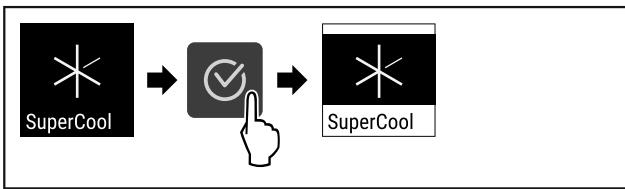

Fig. 73
- Kryeni hapat e veprimit (shihni Fig. 73).